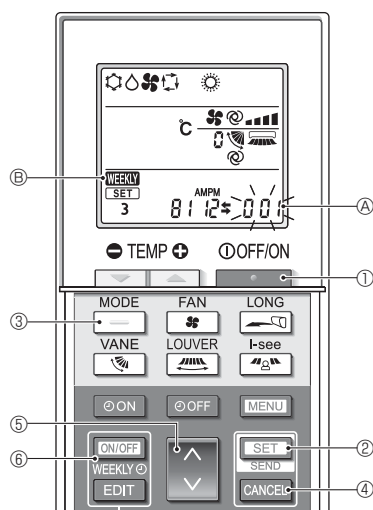

Fig. 4-12
4.12.8. Отключение автоматического режима (Fig. 4-12)
1. Нажмите кнопку **STOP** ①, чтобы остановить работу кондиционера воздуха.
- Если недельный таймер активирован, нажмите кнопку **ON/OFF WEEKLY** ⑥ для отключения таймера (**WEEKLY** ⑥ исчезнет.)
2. Нажмите и удерживайте в течение 5 секунд кнопку **SET** ②.
- Прибор войдет в режим настройки функции. (Будет мигать групповой номер настройки модели ④.)
3. Нажмите кнопку **UP** ⑤.
4. Завершение настроек (Fig. 4-12)